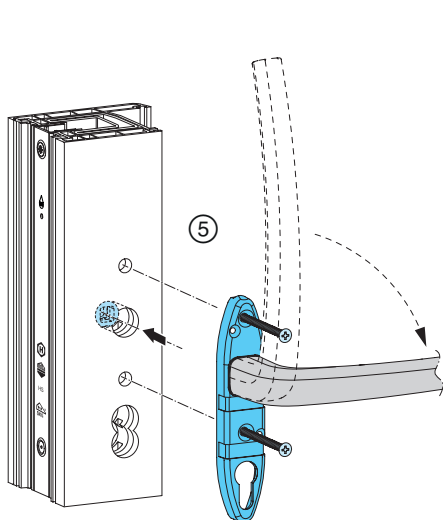

Abb. 45
- ⑤ Griffereinheit mit Getriebe koppeln und mittels Senkkopfschrauben M6 x ... durch Getriebe mit Muschelgriff verschrauben; **Abb. 45.**